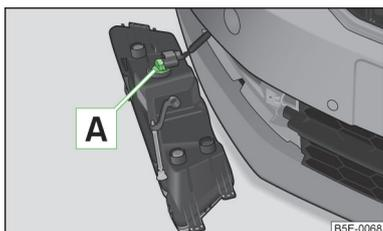

Abb. 227
- › Den Lampensockel **A** » Abb. 227 bis zum Anschlag entgegen dem Uhrzeigersinn drehen und herausziehen.